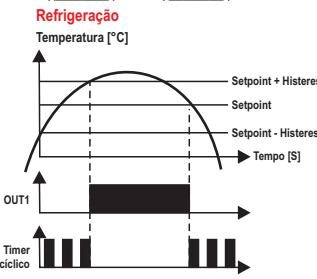

Figura 1
- **Timer disparado por SP1 (F22=1):** o timer é disparado sempre que a temperatura atingir o valor configurado para o SP1. O timer desliga quando a temperatura atinge SP1 + F06 (se 1º estágio estiver configurado como refrigeração) ou SP1 - F06 (se 1º estágio estiver configurado como aquecimento), como mostra a Figura 1.